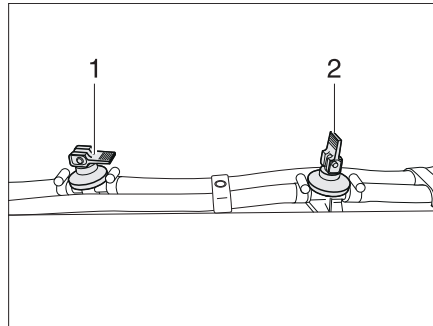

Bild 264 Ablasshahn
- Alle Ablasshähne schließen. Dazu den Kipphebel (im Bild 264,1) waagrecht stellen.